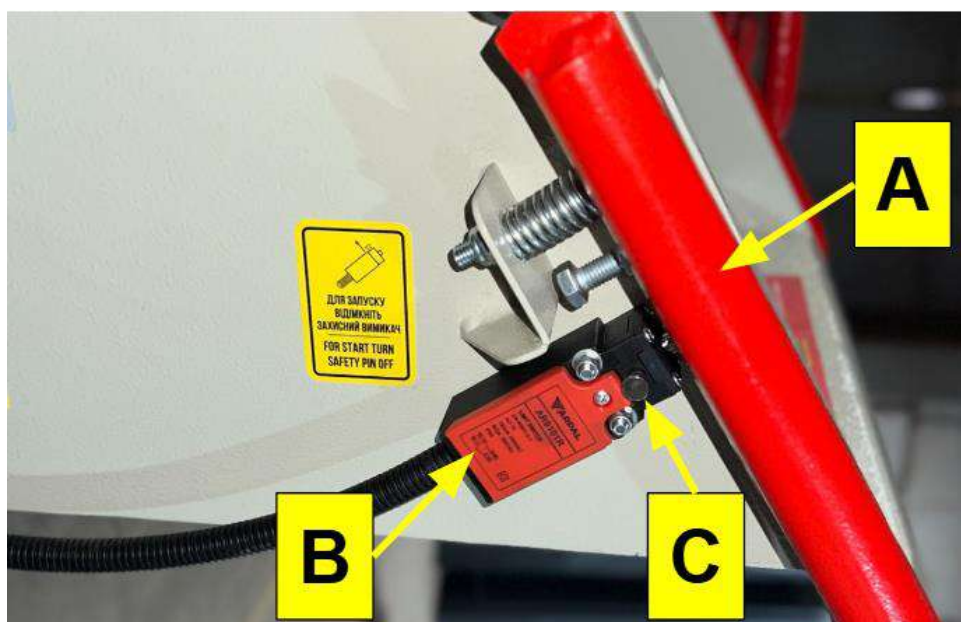

Рисунок 21. Кінцевий вимикач
У випадку виникнення аварійної ситуації, виконайте аварійну зупинку подрібнювача. На входному бункері подрібнювача гілок встановлена ручка безпеки ("А" Рис. 21). Натискання на ручку активує кінцевий вимикач ("В" Рис.21), який здійснює автоматичне вимкнення двигуна та зупинку механізмів подрібнювача.
3. Відтягніть фіксатор на кінцевому вимикачі ("С" Рис.21) в початкове положення;